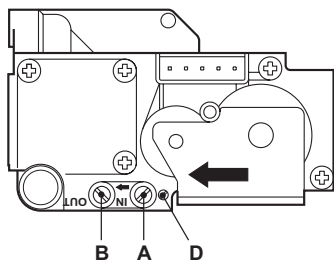

рис. 6 - Газовый клапан
- Подключите надлежащий манометр к контрольной точке измерения давления "В" рис. 6, расположенной после газового клапана
- Отрегулируйте минимальное давление с помощью регулировочного винта "D" рис. 6, поворачивая его по часовой стрелке или против часовой стрелки соответственно для уменьшения и увеличения давления.